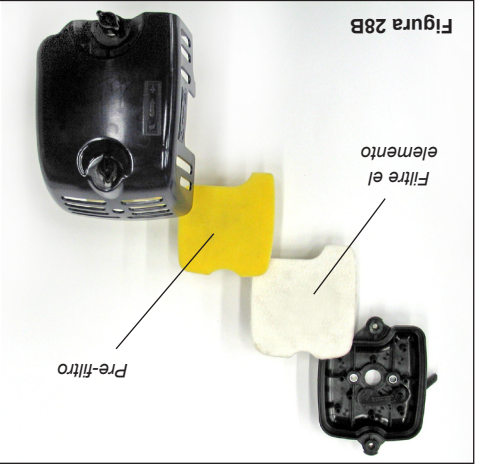

Figura 28B
2. Inspeccione el elemento del filtro de aire. Si el elemento está dañado o deformado reemplácelo por uno nuevo. Consulte la Figura 28B.
4. Revise el elemento del limpiador de aire. Si está deformado o dañado, reemplácelo por uno nuevo. Consulte la Figura 28B.